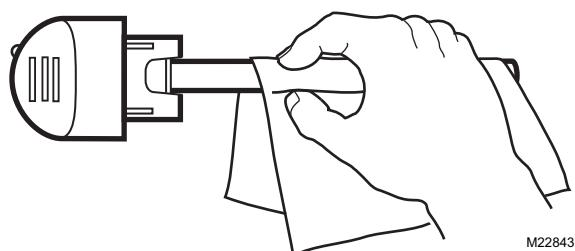

Fig. 11. Limpie el vidrio con un paño suave.
4. Sujete el mango de la lámpara y límpie el vidrio de la lámpara con un paño suave humedecido con limpia cristales. Si toca el vidrio de la lámpara con las manos, asegúrese de limpiar el área para que no quede oleosidad proveniente de las manos desnudas. Consulte la Fig. 11.